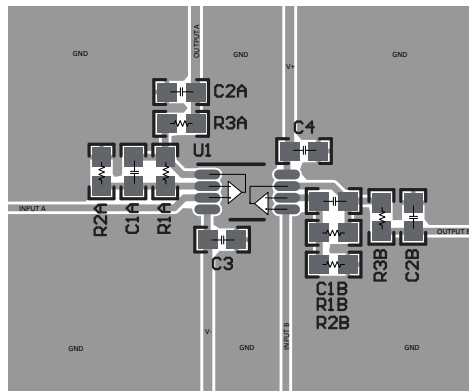

图 7-4. VSSOP-8 (DGK) 封装的布局示例
- 外部元件应尽量靠近器件放置。如图 7-4 所示，保持 RF 和 RG 接近反相输入可以更大限度地减少寄生电容。